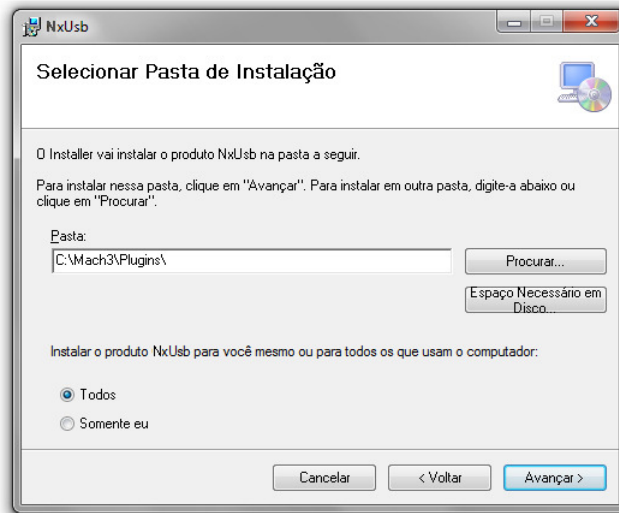

Figura 10
- A tela para a seleção da pasta de instalação para o plugin (Figura 10) será mostrada, e normalmente o caminho padrão é o **“C:\Mach3\Plugins”**. Se o Mach3 não se encontra neste caminho, será necessário especificar o caminho correto. Exemplo: “C:\CNC\Plugins”.